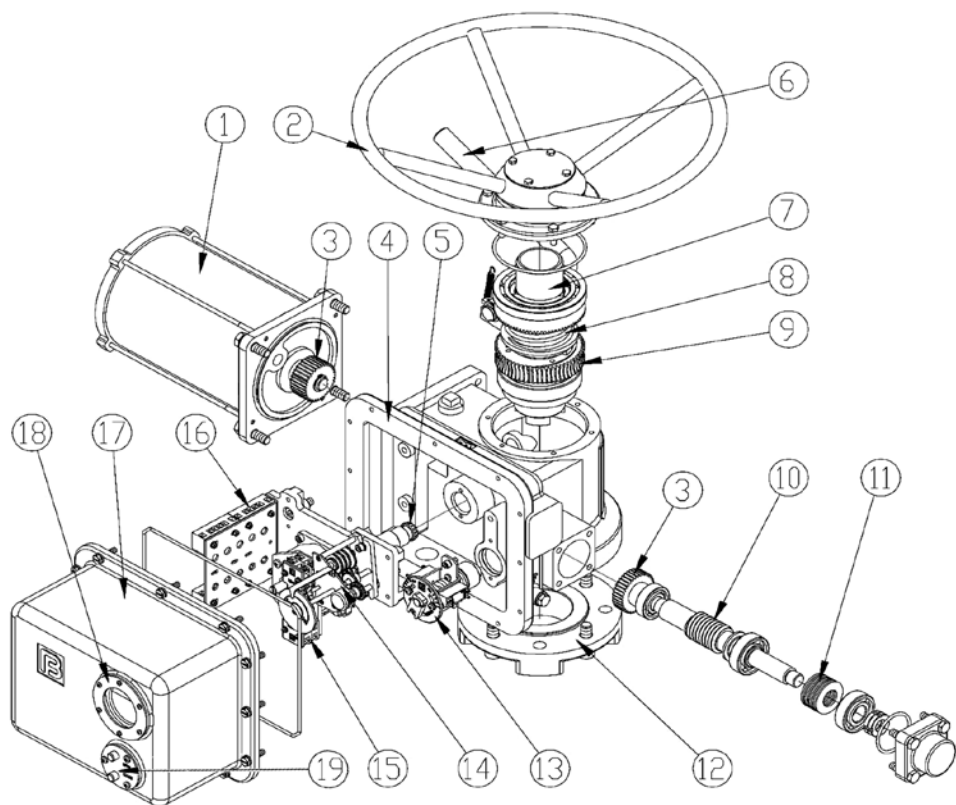
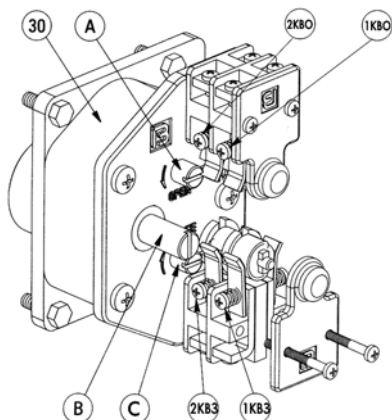

Рис.1 Электроприводы серии ГЗ-А, ГЗ-Б
Рис. 2 Ограничитель хода выходного вала
2.1 Электроприводы серии ГЗ-А, ГЗ-Б (рис. 1)
Ограничитель хода выходного вала состоит из редуктора 30 (рис. 2) и роторного механизма микровыключателей.
Двухсторонняя муфта ограничения крутящего момента (13) (рис. 1) состоит из червячного вала (10), сбалансированного по осевым перемещениям тарельчатыми пружинами (11) и ограничителя крутящего момента с пластиной С (рис 3).
Индикатор положения затвора арматуры (15) (рис. 1) состоит из набора установочных шестерен, потенциометра (40), регулируемых дисков с указателем положения затвора (47, 48). На стержне (42) имеется 4 зубчатых зацепления, позволяющих фиксировать шестерню (43), для трехступенчатой индикации положения затвора арматуры.
Вращение от электродвигателя (1) (рис. 1) через прямозубую цилиндрическую шестерню (3) передается на червячный редуктор (9, 10), который обеспечивает вращательное движение выходного вала (7) и через кулачковую муфту преобразуется в поступательное движение штока затвора арматуры.
Ограничитель хода выходного вала (рис. 2) через переходной вал (5) (рис. 1) механически связан с выходным валом электропривода. После надлежащей настройки ограничитель хода выходного вала соответствует определенным положениям затвора. При достижении затвором арматуры этих положений срабатывают соответствующие микровыключатели, отключая электропитание электродвигателя.
Индикатор положения затвора арматуры (15) (рис. 1) механически связан с валом ограничителя хода выходного вала. После надлежащей настройки указания индикатора соответствуют определенным положениям затвора арматуры независимо от режима работы электропривода – ручного или электрического.